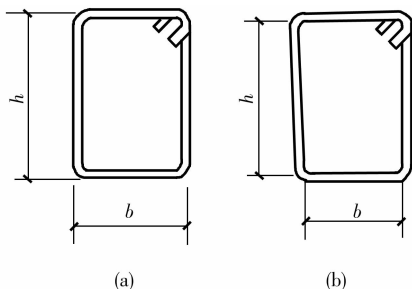

图 1-8 箍筋量度方法
(4) 箍筋调整值。箍筋调整值是弯钩增加长度和弯曲调整值两项之差或和, 根据箍筋量外包尺寸或量内皮尺寸确定, 如图 1-8 及表 1-6 所示。
(5) 箍筋弯钩增加长度。箍筋的末端应做弯钩, 用 HPB235 级钢筋或冷拔低碳钢丝制作的箍筋, 其弯钩的弯曲直径应大于受力钢筋直径, 且不小于箍筋直径的 2.5 倍; 弯钩平直部分的长度, 对一般结构, 不宜小于箍筋直径的 5 倍, 对有抗震要求的结构, 不应小于箍筋的 10 倍。